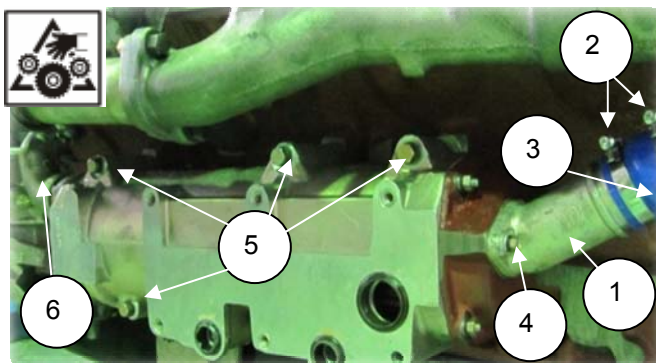

Рис. 2.13
1. Ослабить 2 червячных хомута (2);
2. Отвернуть 2 болта М8 (4) (S=12);
3. Снять соединительный рукав (3);
4. Снять подводящий патрубок (1) (840.1303168-10);
5. Снять патрубки: отводящий правого блока радиатора и подводящий (6) (рис. 2.13);
6. Придерживая, снять водомасляный радиатор (850.1013600), отвернув 5 болтов М12 (S=17) (рис. 2.13).